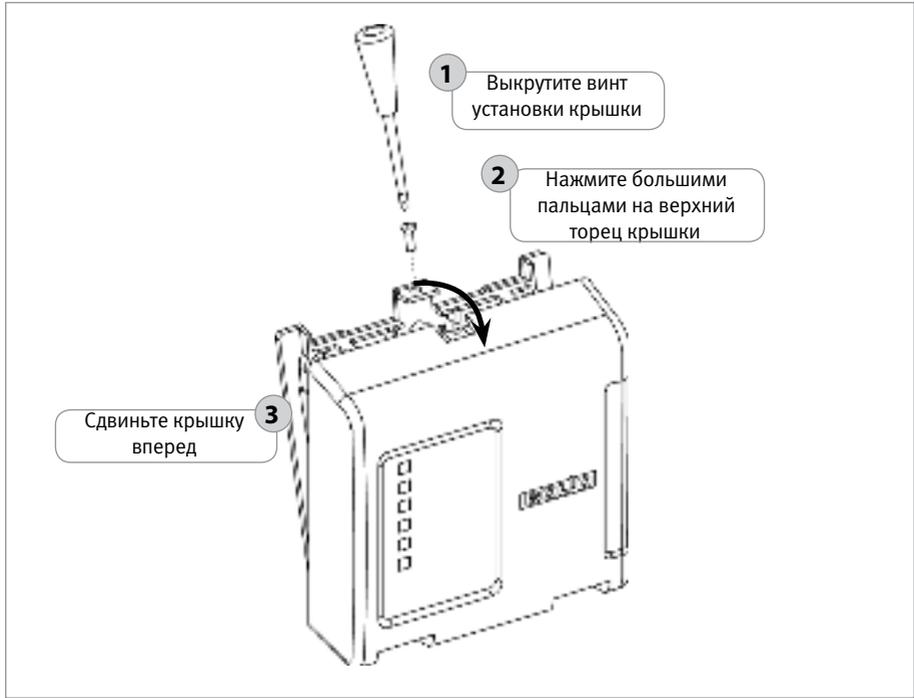

Рисунок 37. Снятие крышки прибора
- 2.3. Снимите крышку прибора в порядке, указанном на рис. 37.
- 3.3. Снимите крышку прибора в порядке, указанном на рис. 37.